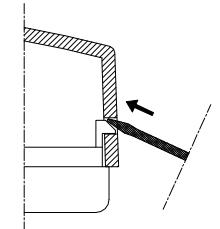
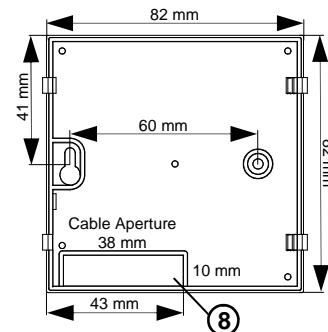

Fig. 3
Fig. 4.
1. Sollevare la manopola facendo leva con un cacciavite nell'apposito invito (2).
2. Rimuovere la calotta plastica spostando verso l'interno, con l'aiuto di un utensile, i due dentini plasticci (3) posti sul fianco destro.
3. Fissare la base del termostato alla parete tramite le due sedi per viti con interasse 60 mm (Fig. 4).
2. Remove plastic cover by moving to the inner side, through the use of a tool (Fig. 4), the two plastic teeth (3) located on the left side (Fig. 3) of the thermostat.
4. Make the electrical connections, routing the wires through the rectangular opening (8) and following to the diagram of Fig. 4.